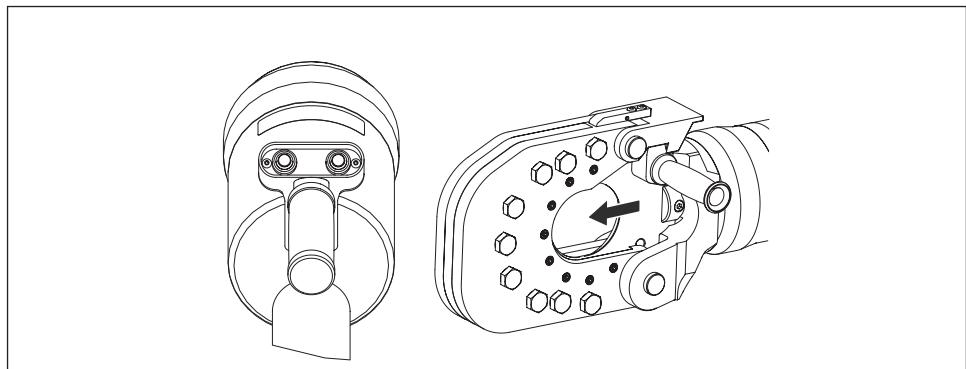

图 10, 运行 - 向前/切割
- 按下并按住前进按钮，可使活塞前进并使移动刀片向前滑动。参见图 10。